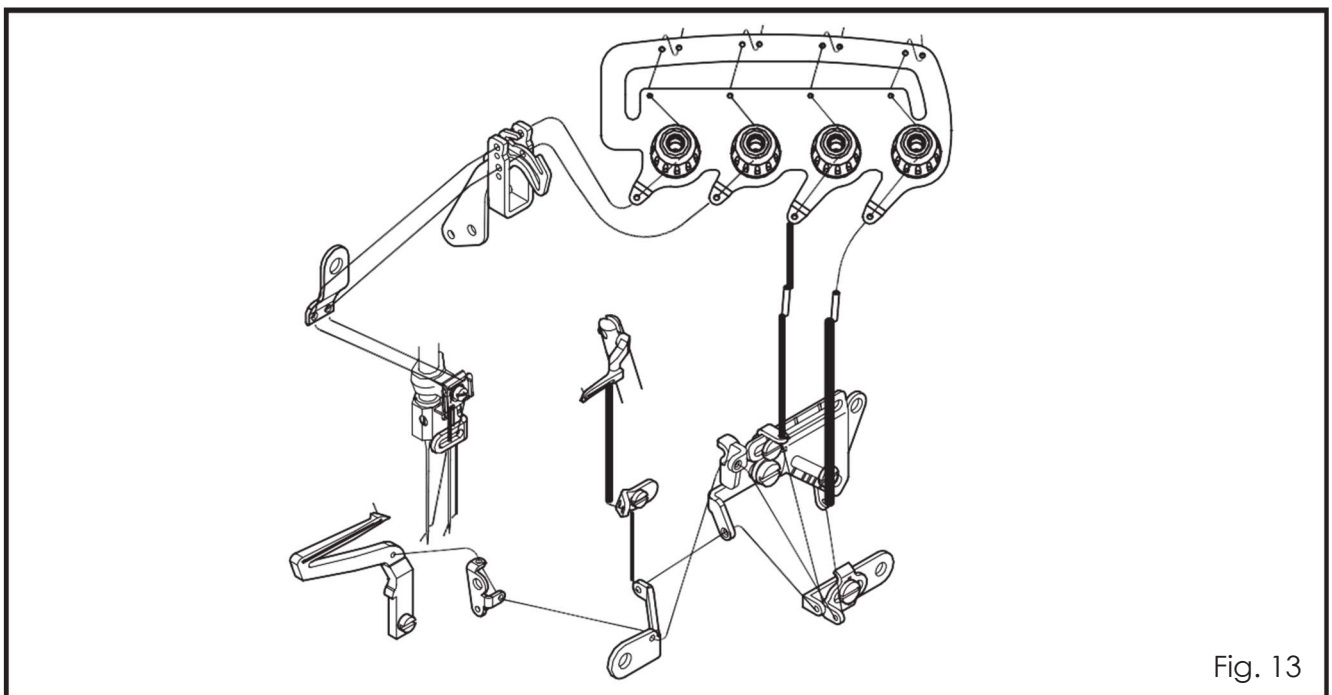

Fig. 13
2. Somente para três linhas 747(Fig. 13)